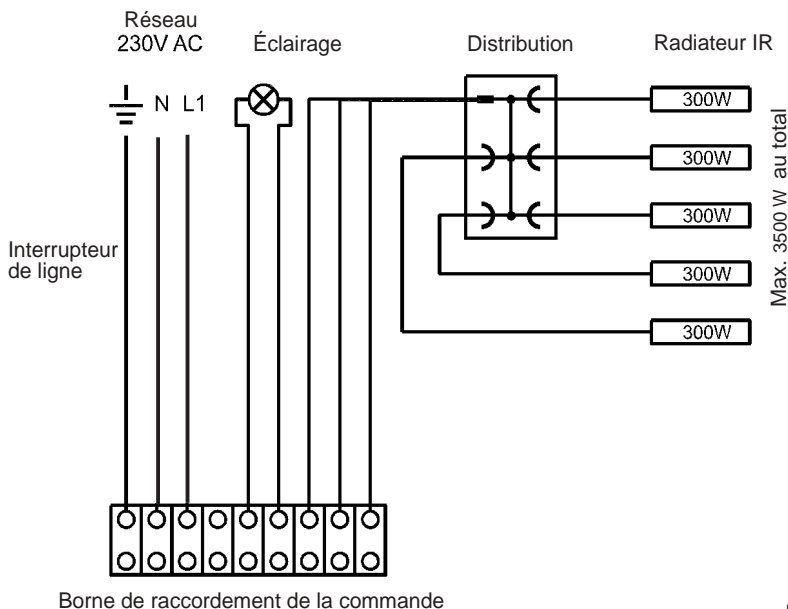

Fig. 5
- Comme le montre la Fig. 5, le câble à 3 fils de raccordement au réseau se déploie de manière visible vers la commande et se raccorde à celle-ci. Un schéma de connexion est disponible dans la zone des bornes de raccordement.